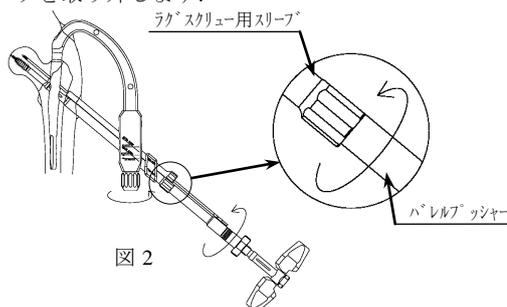

図 2
- 1) コンプレッションをかける場合、ラグスクリュー用スリーブの先端が骨面に密着していることを確認し、ターゲットデバイスのつまみを確実に締め付けます。バレルプッシャー一体型圧迫ナットを回転させ、骨折部に圧迫をかけます。（図2）